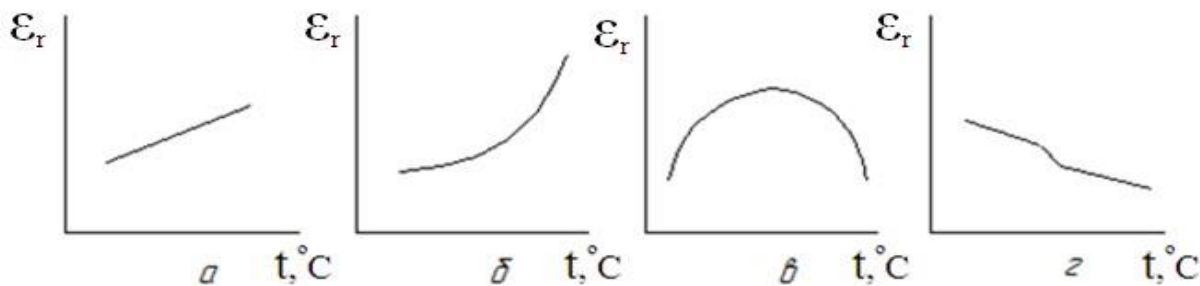

Рис. 1.3
Вопрос 1.7. На рис. 1.3 приведены кривые зависимости диэлектрической проницаемости от температуры для диэлектриков с различными механизмами поляризации. Укажите, которая кривая заснята для нейтрального диэлектрика?
1. Рис. 1.3, а.
2. Рис. 1.3, б.
3. Рис. 1.3, в. 4. Рис. 1.3, г.